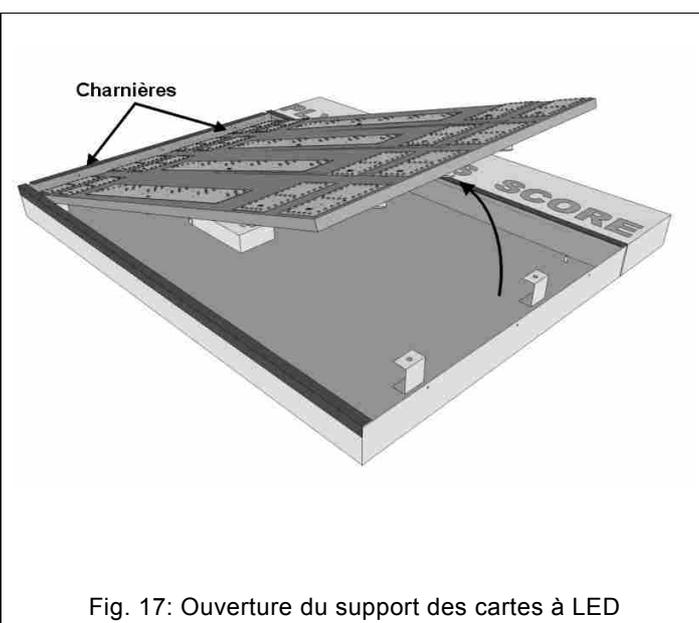

Fig. 17: Ouverture du support des cartes à LED
5. Tournez le support où sont montées les cartes à LED (Fig. 17) en faisant levier sur les charnières du côté droit.